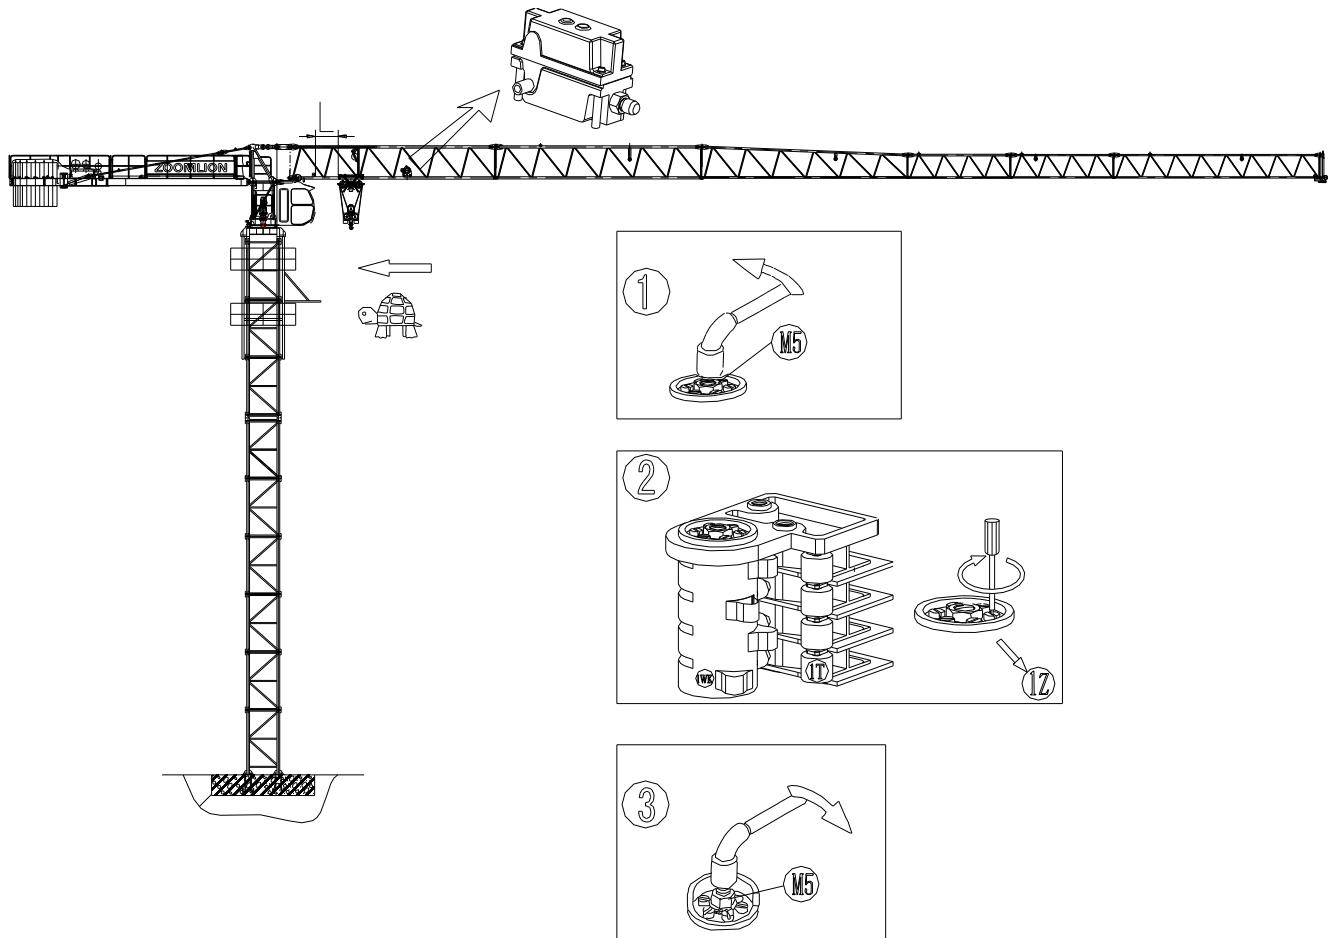

图 9.3-5 向内变幅减速
- (1) 松开螺母 M5;
- (2) 载重小车开到距起重臂臂根缓冲器 5m 处, 调动(1Z)轴, 使长凸轮(1T)压下微动开关(1WK), 使小车只能以低速向内运行;
- (3) 拧紧螺母 M5, 见图 9.3-5。